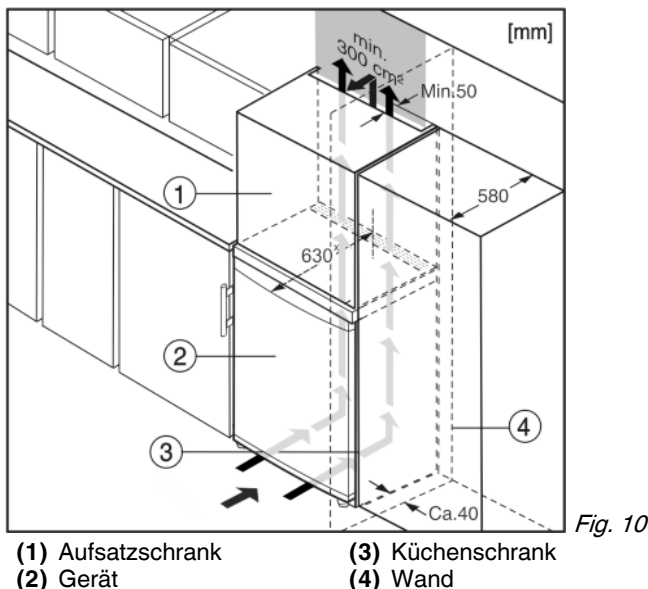

Fig. 10
- (1) Aufsatzschrank
- (2) Gerät
- (3) Küchenschrank
- (4) Wand
Das Gerät kann mit der Kücheneinrichtung umbaut werden. Um das Gerät Fig. 10 (2) der Küchenzeilenhöhe anzugleichen, kann über dem Gerät ein entsprechender Aufsatzschrank Fig. 10 (1) angebracht werden.
Beim Umbau mit Küchenschränken (Tiefe max. 580 mm) kann das Gerät direkt neben dem Küchenschrank Fig. 10 (3) aufgestellt werden. Das Gerät steht seitlich 34 mm* und in der Gerätemitte 50 mm* gegenüber der Küchenschrankfront vor.
Wenn das Gerät mit den Scharnieren neben einer Wand Fig. 10 (4) aufgestellt wird, muss der Abstand zwischen Gerät und Wand mindestens 40 mm betragen. Dies entspricht dem Griffüberstand bei geöffneter Tür.